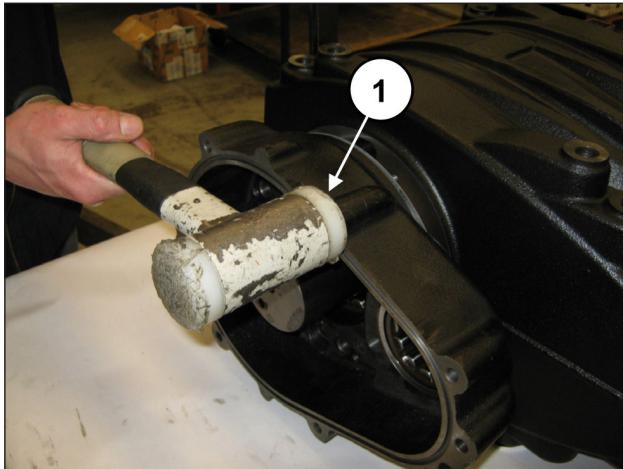

Fig. 63
Montar la caja del reduktor (y la junta) utilizando una herramienta de percusión (pos. ①, Fig. 63).